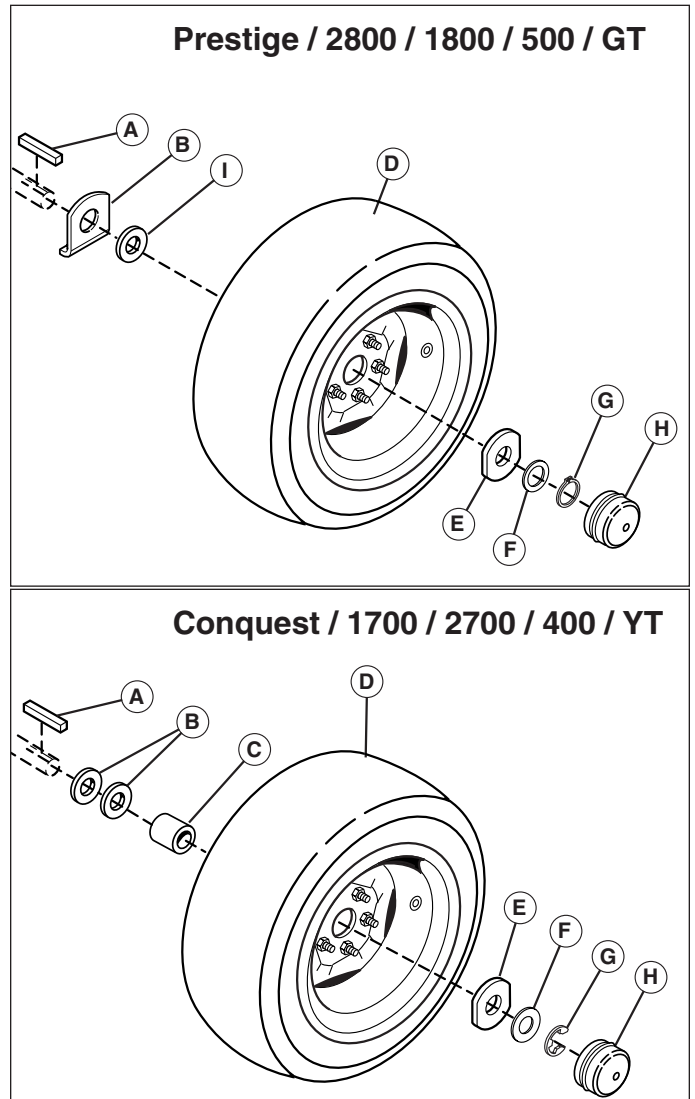

Figure 26. Boulonnerie d'essieu arrière
5. Remonter les composants en procédant dans l'ordre inverse de leur dépose et abaisser la machine au sol. S'assurer de mettre la clé (A, Figure 26) en place dans l'entrée de clé de l'essieu.